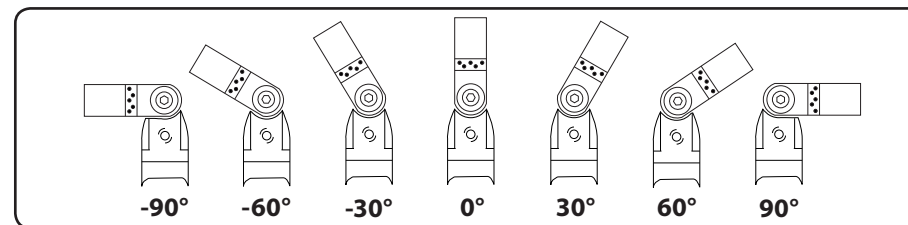
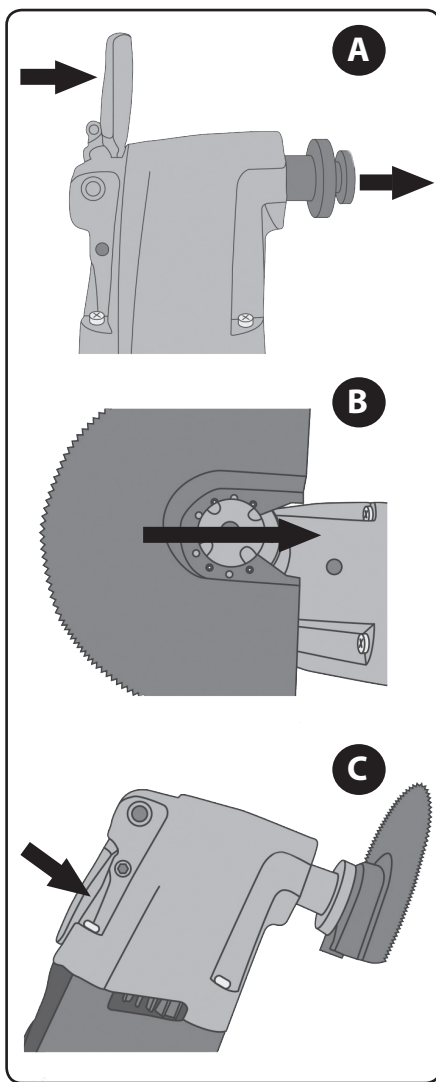

Abb.7
Abb.11
- Bei diesem Modell setzen Sie das Einsatzwerkzeug auf den Gerätespannkopf so auf, dass die Dorne am Spannkopf in die Bohrungen im Spannteil des Werkzeugs einrasten, die ringförmig angeordnet sind, wobei das Werkzeug auf den Spannkopf im Winkelbereich von  $-90^\circ$  -  $0^\circ$  -  $+90^\circ$  je nach Bedarf zur Erleichterung des Zugangs zu einer schwer erreichbaren Stelle aufgesetzt werden kann, siehe Abb.7.
➔ Schieben Sie das Werkzeug mit seiner Nut in das Spannsystem des Gerätes, drehen Sie es in den gewünschten Winkel (siehe Abb.7) und platzieren Sie es so, dass die Dornen in die Öffnungen im Spannbereich des Einsatzwerkzeugs einrasten, siehe Schritte A bis C auf dem Bild 11.